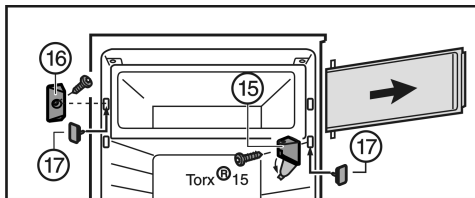

Fig. 7
- ▶ Atlenkite atraminės gembės Fig. 7 (15) dangtelį.
- ▶ Atraminę gembę Fig. 7 (15) nusukite su skyriaus durelėmis.
- ▶ Išsukite antgalį Fig. 7 (16).
- ▶ Atidengtas angas užkimškite kaišciais Fig. 7 (17).